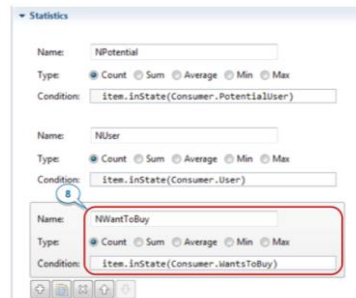

Рисунок 7.7 – Розділ властивостей статистики
8. Визначте ще одну статистичну функцію для підрахунку ринкового попиту на продукт. У редакторі *Main* клацніть по споживачах, перейдіть до розділу властивостей статистики та додайте елемент статистики *NWantToBuy* з умовою *item.inState(Consumer.WantsToBuy)* (рис. 7.7).